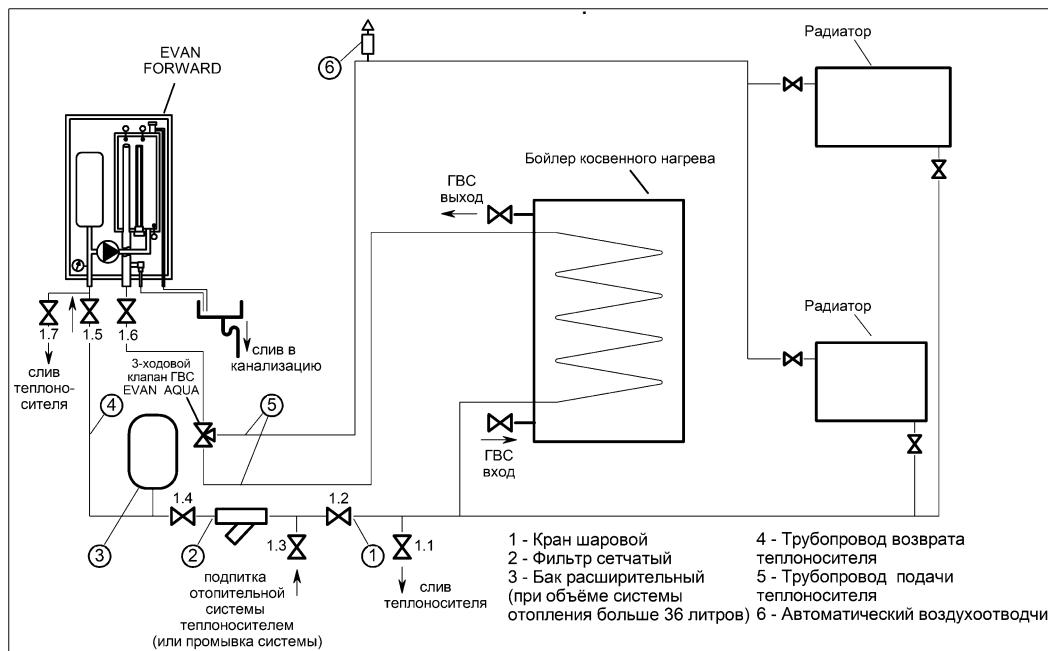

Рисунок 4. Типовая гидравлическая схема системы отопления
**4.2.2** Рекомендуемая типовая гидравлическая схема приведена на рис. 4. В системе отопления должны быть обязательно установлены:
5.2.2 Описание действий в п.5.2, п.5.3, п.5.4 выполнено по типовой гидравлической схеме приведённой на рис. 4.